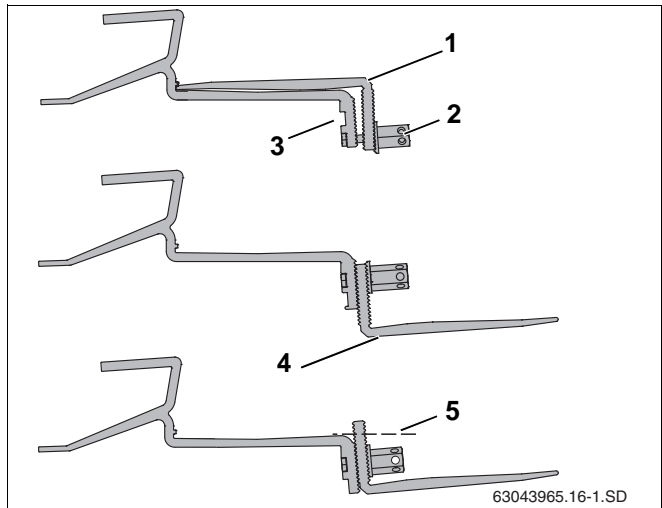

Fig. 14 Fastgøring af tagkrog på spær
Ved nogle taginddækninger kan det være nødvendigt at understøtte tagkroen på underdelen (fig. 14, **pos. 4**) med brædder/planker, så tagkroen ligger øverst på tagstenen.
- ▶ Løsn den lange sekskantmøtrik (fig. 14, **pos. 2**).
- ▶ Sæt skruen ind i det øverste hul (fig. 14, **pos. 3**).
- ▶ Fastgør tagkrogens underdel (fig. 14, **pos. 1**) løst. Stram ikke forbindelsen helt endnu.